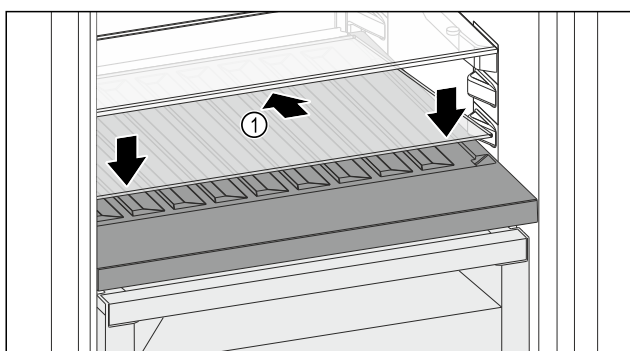

Fig. 129
- ▶ Skleněnou desku Fig. 129 (1) zasuňte šikmo a skloněnou dozadu dolů.
- ▶ Skleněnou desku Fig. 129 (1) vpředu spusťte dolů.